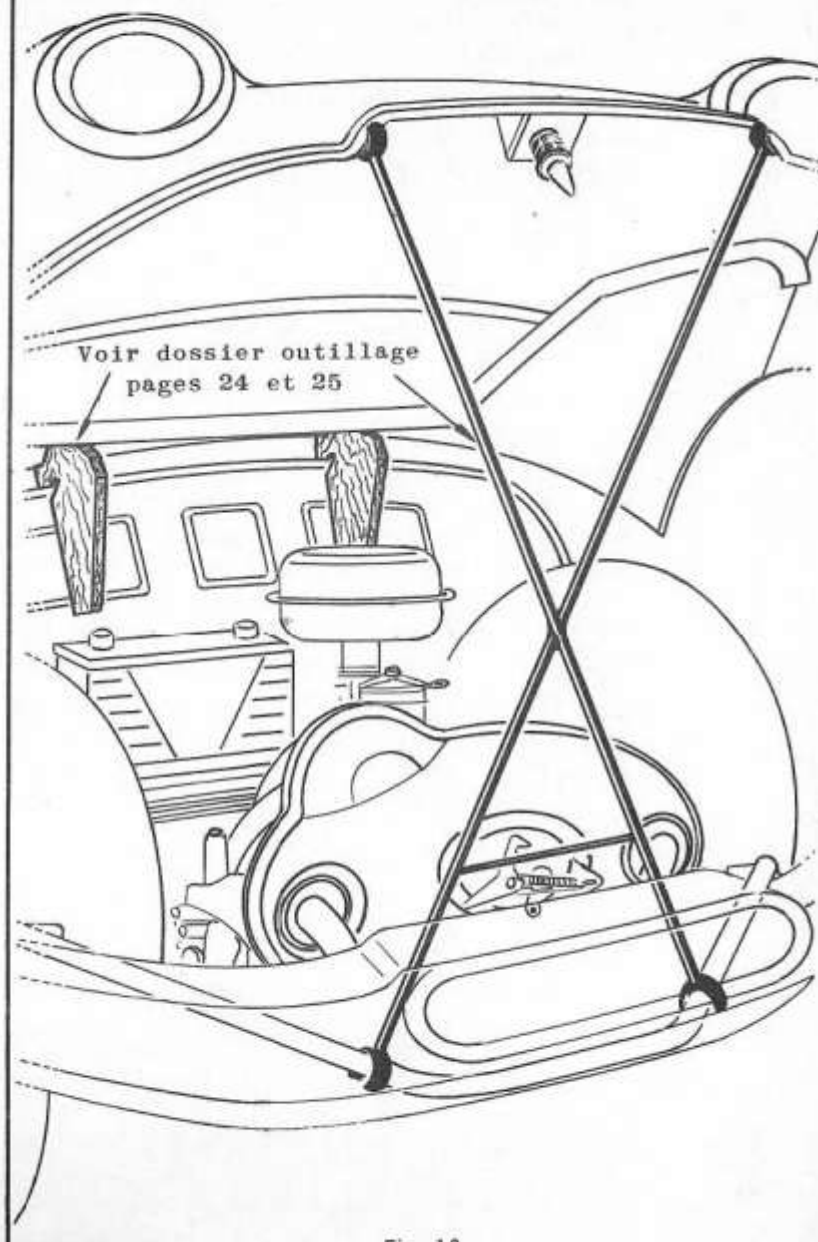

Fig. 10
Ouvrir le capot, puis le maintenir avec un support spécial (fig.10) ainsi qu'avec deux supports en bois prenant appui sur la gouttière du capot et sur la cloison de proue (fig.10 bis).
REMARQUE - L'emploi des supports en bois (fig.10 bis) permet au capot d'être maintenu correctement après le désaccouplement de la charnière et d'éviter que celui-ci ne détériore la peinture de baie.
Fig. 10 bis
Ouvrir le capot, puis le maintenir avec un support spécial prenant appui sur le support de proue et sur le capot (Fig. 10) ainsi qu' à l'aide des deux supports en bois (Fig. 10 bis). Couper le circuit électrique. Débrancher le faisceau capot de la barrette de connection. Déposer les écrous (1), les rondelles à crans extérieurs (2), les rondelles plates (3). Ne pas déposer les vis (5)
Toujours à deux opérateurs, présenter le capot d'abord son support spécial (Fig. 10) puis sur ses supports en bois (Fig. 10 bis). Poser les rondelles et vis (4 et 5) fixant le capot sur les charnières, puis les rondelles (3 et 2) enfin les écrous (1), serrer légèrement. Retirer le support spécial et les formes en bois. Procéder ensuite au réglage de la position du capot.